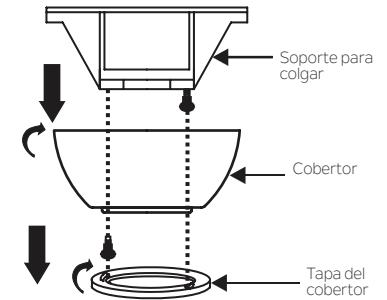

Fig. 5
**Paso 1.** Quite la tapa decorativa del cobertor girando el cobertor hacia la izquierda. (Fig. 5)
**Paso 2.** Quite el soporte para montaje de techo del cobertor quitando (y guardando) uno de los dos tornillos. Afloje el tornillo restante sin sacarlo totalmente. (Fig. 5)